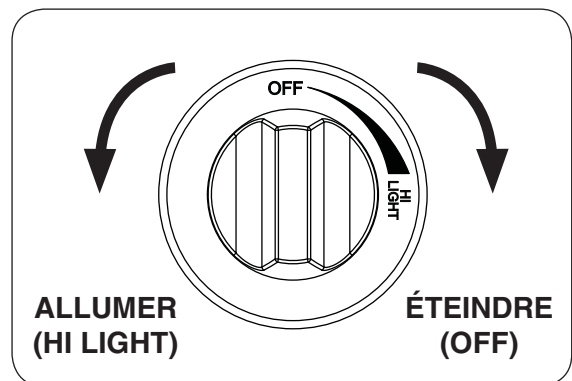

Fig. 34-2
4. **Une fois que le match est en feu et en position**, appuyer sur le bouton de contrôle du gaz et tournez dans le sens antihoraire à la position de **HI LIGHT (allumer)** (voir Fig. 34-2). Votre brûleur devrait s'allumer.
Pour éteindre le brûleur à gaz, appuyer sur le bouton de contrôle du gaz et tournez dans le sens horaire à la position **OFF (éteindre)** (voir Fig. 34-2). Assurez-vous que le bouton de commande est tourné complètement hors tension pour éviter toute fuite de gaz.